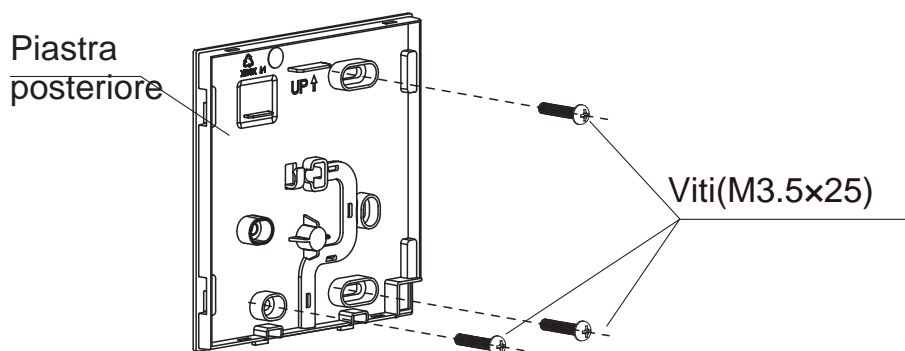

Fig 3-3
- Per il montaggio a vista, fissare la piastra posteriore alla parete con le 3 viti (M3,5×25) e le spine. (Fig.3-3)